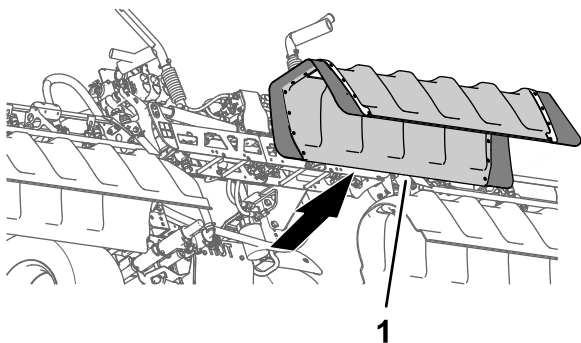

Figura 26
2. Rimuovete la copertura della sezione centrale dalla macchina (Figura 26).